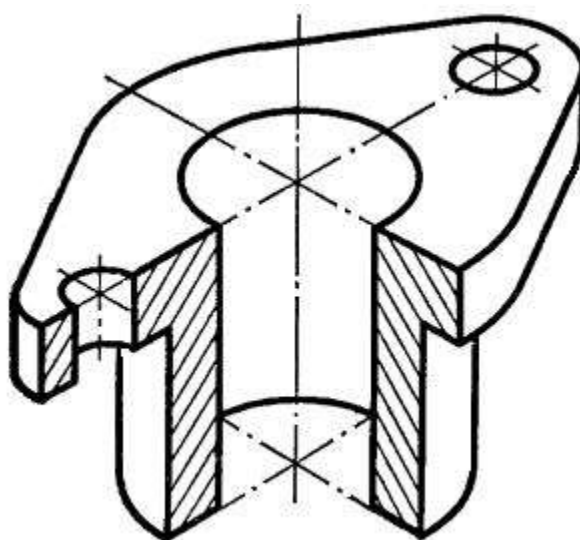

Рис. 11
5. выполняют обводку видимых контуров и наносят штриховку (рис. 11).